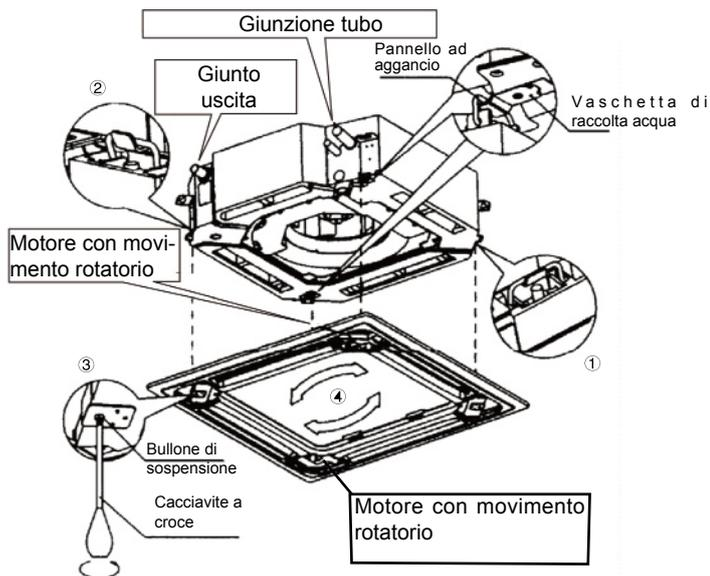

Figura 11
- Allineare il motore alette sul pannello alle giunzioni dei tubi del corpo dell'apparecchio. (Fare riferimento alla figura 11).
- Fissare i ganci del pannello in corrispondenza del motore alette e i ganci sul lato opposto ai fori corrispondenti della vaschetta di raccolta acqua. (Fare riferimento alla figura 11⊕) Quindi, sospendere gli altri due ganci del pannello ai punti corrispondenti del corpo dell'apparecchio. (Fare riferimento alla figura 11⊗).
- Regolare le quattro viti dei ganci del pannello per mantenere quest'ultimo in orizzontale e avvitarle al soffitto in modo che l'unità sia a livello. (Fare riferimento alla figura 11 □).
- Regolare il pannello nella direzione della freccia di cui alla Figura 11 ~, per allineare il centro del pannello con il centro dell'apertura a soffitto. Verificare che i ganci ai quattro angoli siano fissati correttamente.